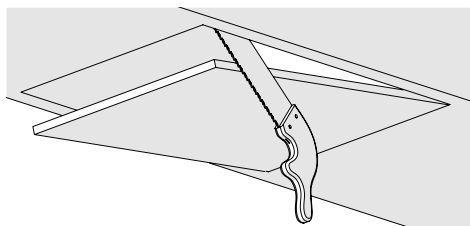

Fig. 7
- Corte la superficie inferior del cuerpo donde se instalará la campana en las dimensiones especificadas en el dibujo técnico (Fig. 7).